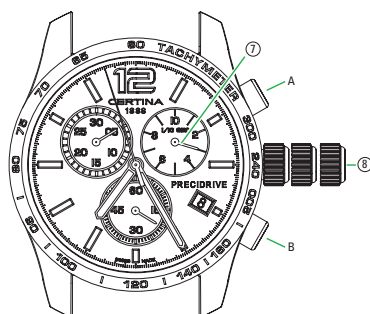

Fig. 1
**Letture del tempo (secondo l'esempio Fig. 1)**
**Letture del tempo 1 (secondo la Fig. 1)**